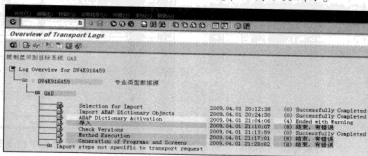

图 4-10 传输请求日志查询界面
STEP 3 在此界面中,凡是已传输完成的传输请求都会显示“△”标识,待传输的请求都会显示“□”标识。我们首先在传输请求清单中找到需要传输的请求号,然后单击“□”按钮,此时传输请求的后面就会显示为“■”标识,表示正在传输过程中。等待几分钟后,单击“□”按钮,如果传输完成,传输请求后面就会变为“△”标识。此时单击“□”按钮,可以查看传输请求的完成情况,如果有错误会报告相应的错误信息,如图 4-10 所示。